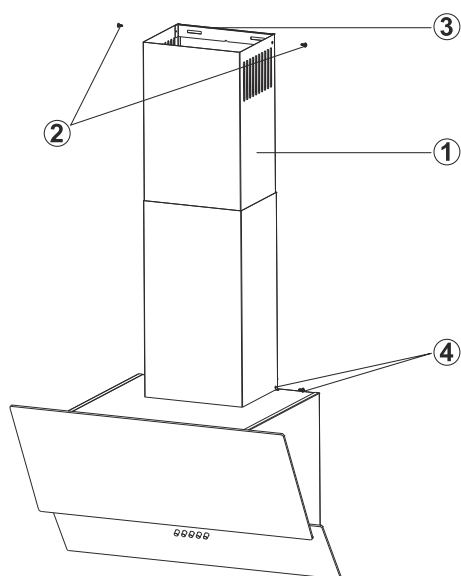

Fig. 9
- Indvendig skorsten (nr. 1) skal afmonteres ved at skrue på skrue nr. 2 (Fig. 9). Derefter kan indvendig skorsten skydes ind i det udvendige skorsten.
- Udvendig skorsten kan afmonteres ved at skrue på skrue nr. 4 (Fig. 9). Fjern nu begge skorstene.